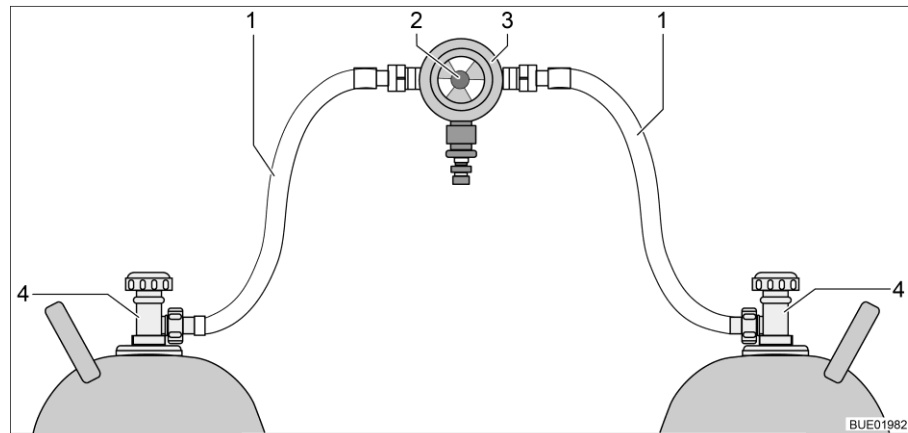
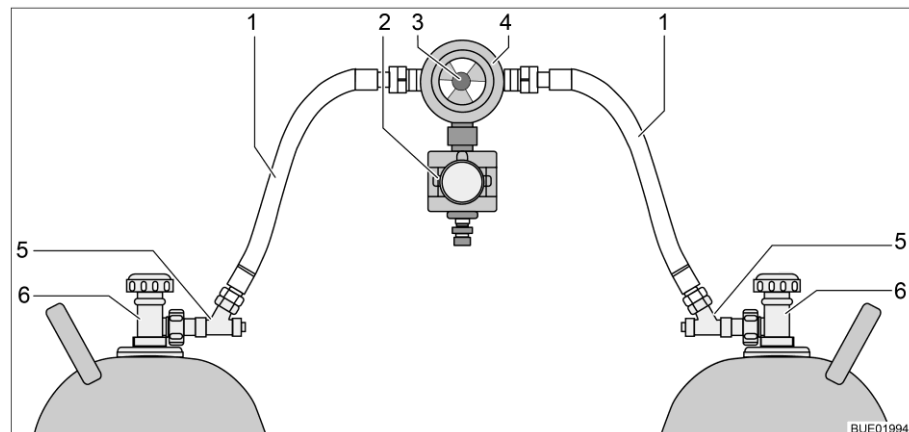

Bild 56 Omkopplingsenhet för gasflaskor
Bild 57 Omkopplingsenhet för gasflaskor med CPU
Omkopplingsenheten för gasflaskorna består av en kombinerad gastrycksregulator med omkopplingsventil och visning (Bild 56,3). Omkopplingsenheten för gasflaskor är monterad mellan de två gaslangarna (Bild 56,1).
Omkopplingsenheten för gasflaskorna består av en kombinerad gastrycksregulator med omkopplingsventil och visning (Bild 57,4) och en elektroventil (Bild 57,2). Elektroventilen spärrar vid kraftig bromsning, olycksfall eller kraftig lutning, av gastillförseln till fordonet. Omkopplingsenheten för gasflaskor är monterad mellan de två gaslangarna (Bild 57,1) med slangbrottssäkringar (Bild 57,5).
Med vredet (Bild 56,2 resp. Bild 57,3) på omkopplingsenheten, ställer du in vilken av gasflaskorna som ska användas som driftflaska och vilken gasflaska ska användas som reservflaska.
Med kontrollenheten (Bild 58) kan endast de elektriska funktionerna styras. Gasflaskornas huvudavstängningsventiler (Bild 56,4 resp. Bild 57,6) måste öppnas eller stängas för hand.
- Öppna huvudavstängningsventilerna på gasflaskorna (Bild 56,4 resp. Bild 57,6).
- Tryck in slangbrottssäkringarna (Bild 57,5) i 10 sekunder, efter varandra.
- Välj med vredet (Bild 56,2 resp. Bild 57,3) på omkopplingsenheten, gasflaskan som ska prioriteras (driftflaska).
- Stäng huvudavstängningsventilerna på gasflaskorna (Bild 56,4 resp. Bild 57,6).